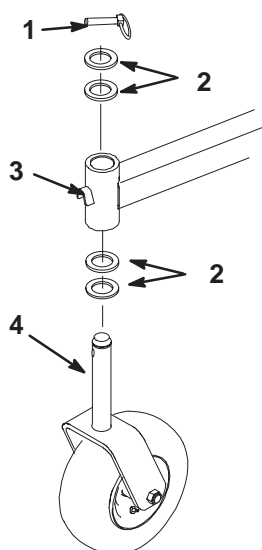

Bild 60
2. Entfernen Sie den Klappstecker und die Distanzstücke von der Oberseite der Laufradgabel (Bild 60).
6. Kontrollieren Sie die Laufradgabel auf Abnutzung und tauschen sie bei Bedarf aus (Bild 60).
7. Schieben Sie die Laufradgabel durch die Büchse im Befestigungsrohr. Bringen Sie die Distanzstücke auf der Laufradgabel an und sichern sie mit dem Sicherungsring ab (Bild 60).